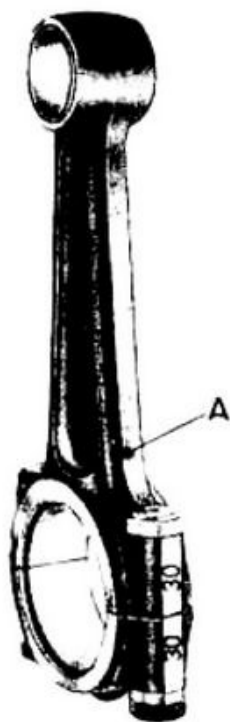

Fig. 44
Nel montaggio delle bielle sull'albero motore, fare attenzione che i forellini sulle teste per lubrificazione siano rivolti (vedere A di fig. 44):
N.B. - Guardando il motore dal lato frizione, il numero segnato sulla testa di biella deve corrispondere a quello segnato sul cappello e devono trovarsi sullo stesso lato (vedere fig. 44).